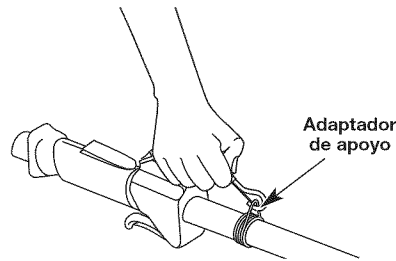

Fig. 12
3. Coloque el arnés por encima de su cabeza y sobre su hombro. Abroche en el adaptador de apoyo (Fig. 12).